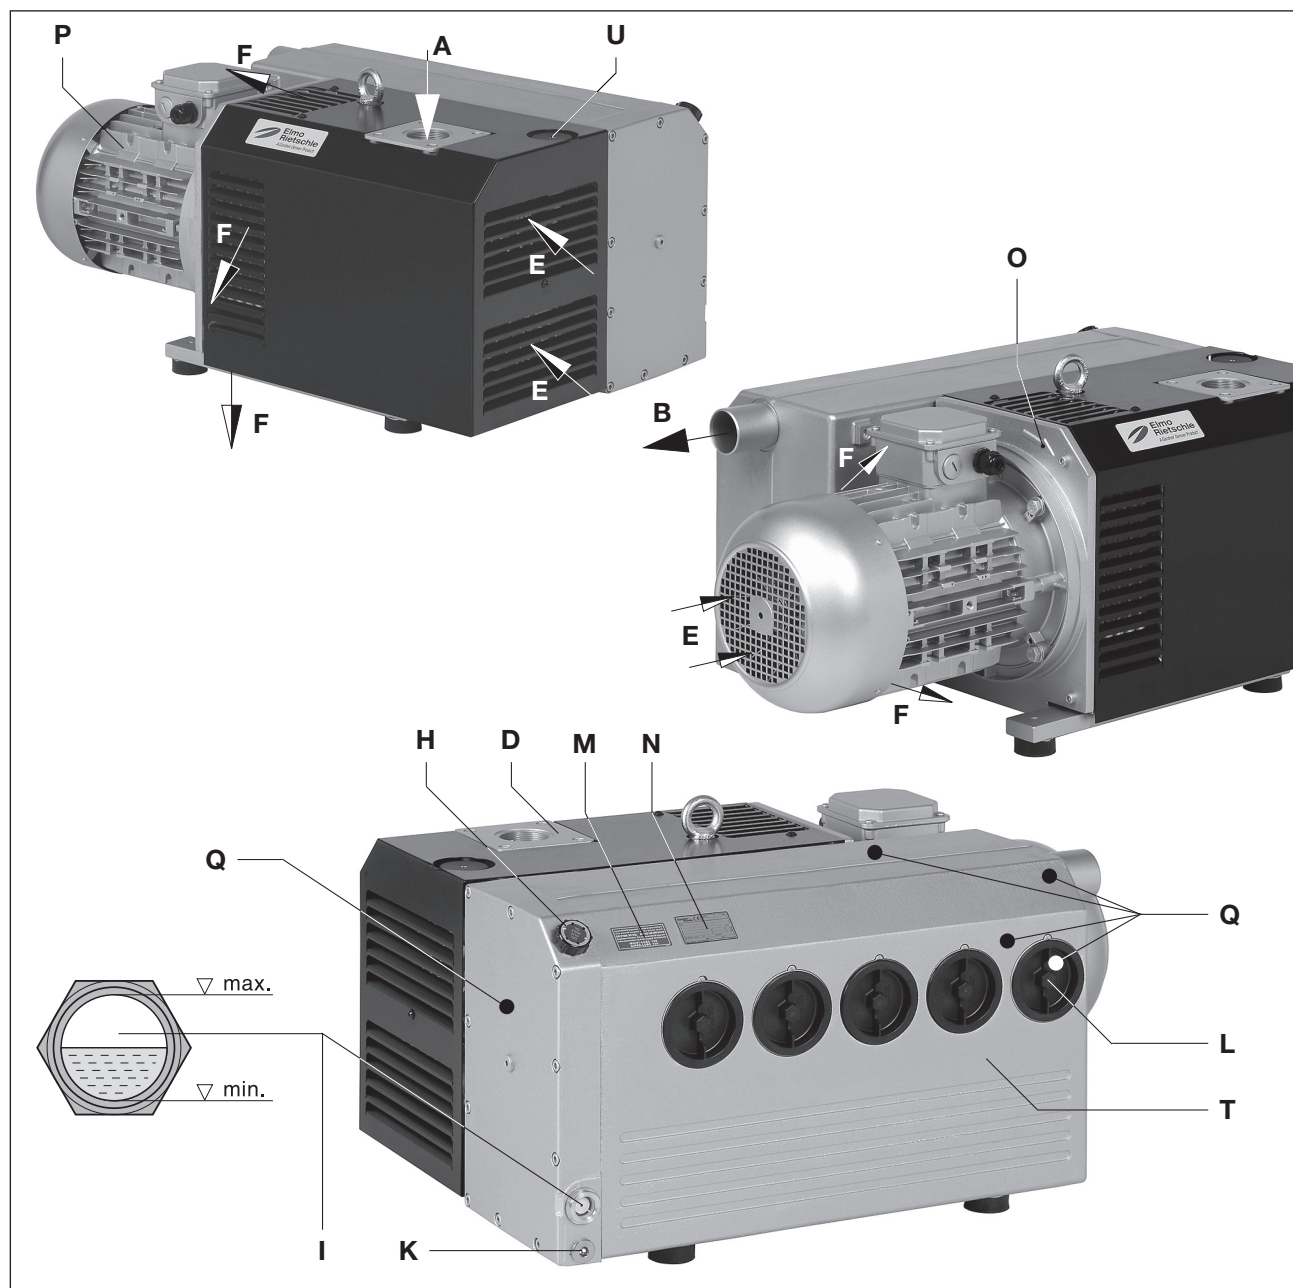

Fig. 2 Vakuumpump V-VC 202 / V-VC 303
När pumpen är i drift förhindrar en standardmässig gasballastventil (fig. 2/U) att vattenånga kondenserar i pumpens inre när små mängder olja sugas in. Vid större mängder vattenånga kan en förstärkt gasballast (tillval) användas.
Sugfläns (fig. 2/D), oljepåfyllningspunkt (fig. 2/H), oljesiktglas (fig. 2/I), oljeavtappning (fig. 2/K), gasballast (fig. 2/U) och oljeavskiljarhus (fig. 2/T) måste vara lättillgängliga. Kylluftingångarna (fig. 2/E) och kylluftutgångarna (fig. 2/F) måste hålla minst 30 cm avstånd till intilliggande väggar. Kylluft som tränger ut får inte sugas in på nytt. För underhållsarbeten ska det finnas minst 50 cm avstånd runt maskinen.
**Förslutning eller minskning av frånluftöppningen (Bild 2/B) kan leda till allvarliga eller dödliga kroppsskador!**
**Frånluftöppningen (fig. 2/B) får varken stängas eller begränsas.**
- a) Vakuumanlutningen (fig. 2/A) finns på sugflänsen (fig. 2/D).
- b) Den insugna luften kan blåsas ut fritt genom frånluftöppningen (fig. 2/B) eller föras bort med hjälp av slang- resp. rörledningar.
- a) Fyll på smörjoljan (se kapitlet „Underhåll“ avseende lämpliga sorter) från oljepåfyllningspunkten (fig. 2/H) till överkanten på siktglaset (fig. 2/I).
- a) Uppgifter om motorns elektronik finns på märkskylten (Fig. 2/N) eller på motorns märksskylt. Motorerna uppfyller kraven i DIN EN 60034 och tillhör skyddsklass IP 55 samt isoleringsklass F. Lämpligt kopplingsschema finns i motorns anslutningsbox (inte på versionen med kontakt-don). Motoruppgifterna måste jämföras med uppgifterna om det befintliga huvudnätverket (aktuell typ, spänning, nätverksfrekvens, tillåtet strömvärde).
Vid maskinens driftstemperatur kan yttemperaturerna på komponenterna (Fig. 2/Q) överstiga 70 °C.